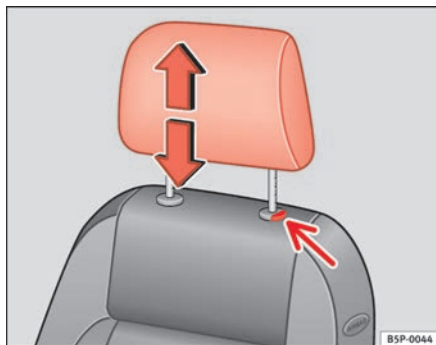

Abb. 92 Kopfstütze einstellen oder ausbauen
- Drücken Sie die Taste → Abb. 92 (Pfeil).